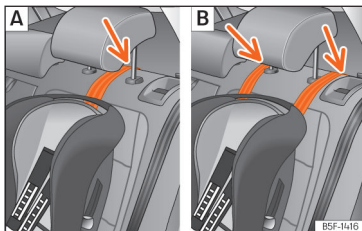

Fig. 40 Bancos traseiros: ajuste e montagem em função do cinto Top Tether.
- Coloque a correia por baixo do encosto de cabeça (em função das instruções da própria cadeira, levante ou retire o encosto de cabeça se for necessário) >>> Fig. 40.